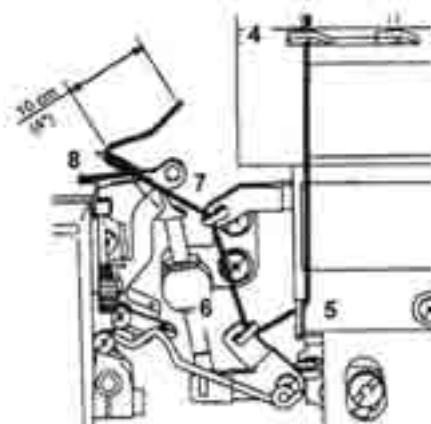

Fig. 18
5. Enhebre el hilo en la cámara de lanzadera conforme a las marcas rojas (Fig. 18).